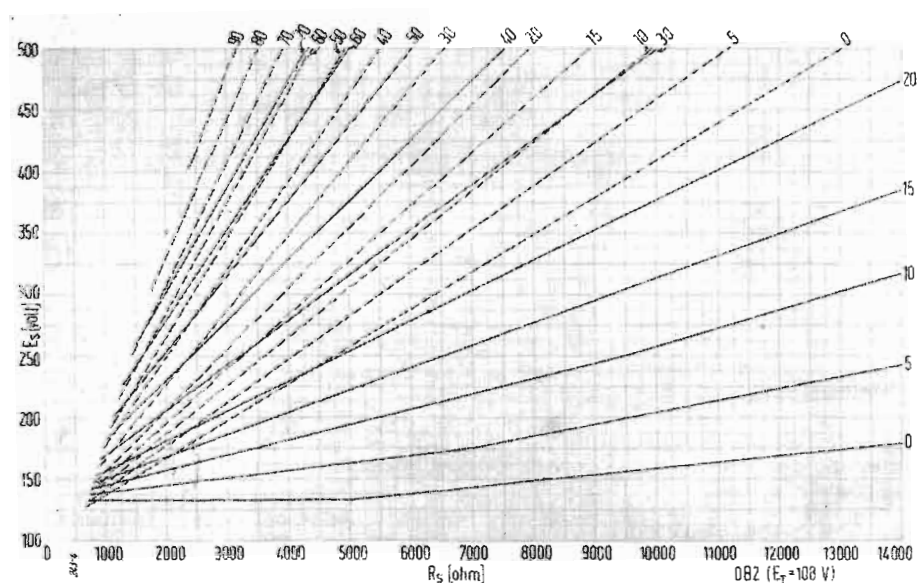

Fig. 4. - Nomogramma per il tubo OB2.
**Soluzione:** La massima resistenza serie è determinata dalla minima corrente di carico pari a zero mA e può essere determinata con l'aiuto di fig. 4. Risulta 8100 ohm. La minima resistenza serie è determinata invece dalla massima corrente di carico pari a 50 mA. Risulta 3550 ohm.
**Soluzione:** Per approssimazioni successive. Si assuma una tensione di alimentazione minima di 157 V e una resistenza serie minima di 1000 ohm (valori determinati dalla intersezione delle due linee corrispondenti a 20 mA, nella fig. 4). La massima tensione di alimentazione risulta in tal caso  $(157/0,95) \times 1,05 = 173,5$  V e la massima resistenza serie  $(1000/0,9) \times 1,1 = 1220$  ohm.
fig. 4 mostra che con qualsiasi combinazione dei valori massimi e minimi di tensioni e resistenze la corrente di carico minima risulta inferiore o uguale a 20 mA e la corrente di carico massima risulta maggiore o uguale a 20 mA. Tuttavia i corrispondenti valori nominali 232 V e 3220 ohm, possono essere ritenuti soddisfacenti.